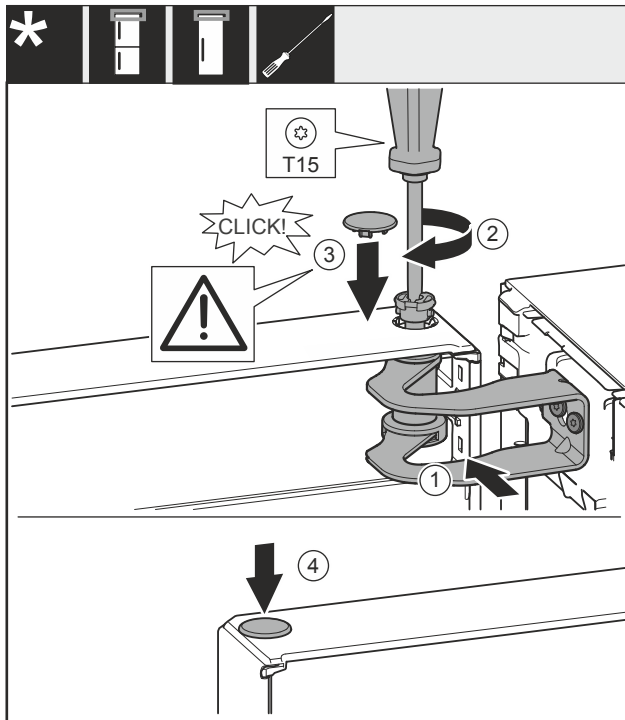

Fig. 50
- ▶ 将冰箱门对准托架 Fig. 50 (1)中的开口。
- ▶ 放入螺栓 Fig. 50 (2)并用螺丝刀拧紧。
- ▶ 装入盖板 Fig. 50 (3)。
- ▶ 检查盖板 Fig. 50 (3)是否紧贴贴在冰箱门上。
- ▶ 装入盖板 Fig. 50 (4)。